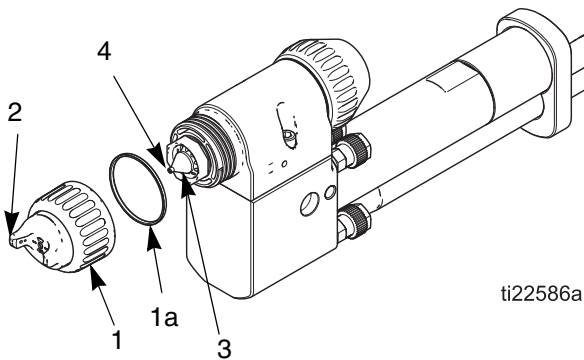

FIG. 20. Limpieza del cabezal de aire y de la boquilla de producto
3. Retire el anillo de retención (1) y el cabezal de aire (2). Vea FIG. 20 en la página 32.
4. Limpie la boquilla de fluido (3) y el exterior de la pistola con un paño limpio humedecido con disolvente. Evite la entrada de disolvente en los pasajes de aire. Siempre que sea posible, apunte la pistola hacia abajo mientras la limpia.
5. Si parece que hay pintura dentro de los pasajes de aire de la boquilla del producto (3), desmonte la pistola de la línea para repararla.
6. Limpie el cabezal de aire (2) con el cepillo de cerda suave y el disolvente o sumérjalo en un disolvente adecuado y límpielo. No utilice herramientas metálicas.
7. Monte con cuidado el cabezal de aire (2). Tenga cuidado al insertar el electrodo (4) por el orificio central del cabezal de aire.
8. Gire el cabezal de aire (2) hasta la posición deseada.
9. Compruebe que la copela en U (1a) esté bien montada en el anillo de retención (1). Los bordes deben estar hacia arriba.
10. Apriete el anillo de retención (1) hasta que el cabezal de aire (2) esté firmemente sujeto; no debe ser posible girar a mano el cabezal de aire.